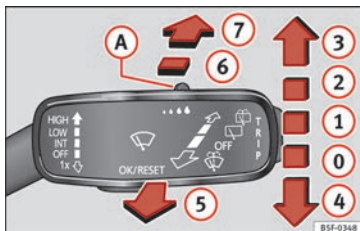

Bild 39 Styra vindrutetorkare och bakrutetorkare
1	INT Intervalltorkning med vindrutetorkarna. Med reglaget » bild 39 (A) ställs intervallet in (fordon utan regnsensor), eller regnsensorns känslighet.